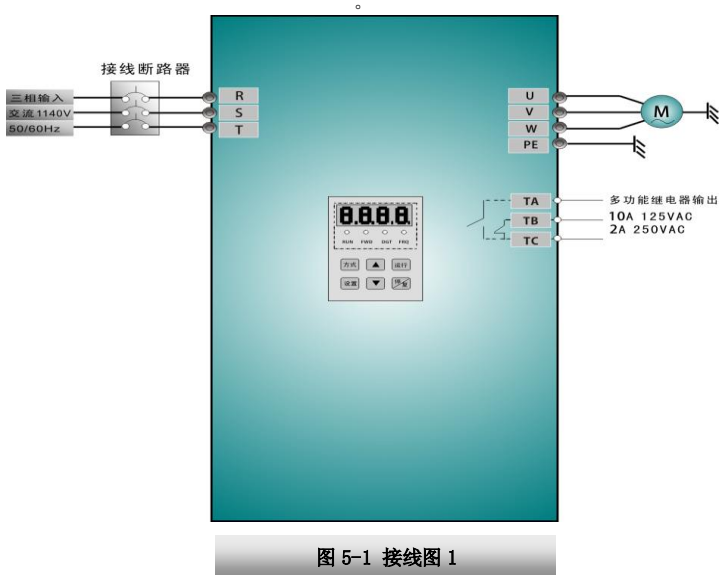

图 5-1 接线图 1
- (1) 按图 5-1 配线，检查接线正确后，合上空气开关，变频器上电；
- (2) 按方式键，进入编程菜单。
- (3) 进行电机参数测量
- (2) 按方式键，进入编程菜单；
- (3) 进行电机参数测量；操作步骤与例 1 完全相同。
- (4) 设置变频器的功能参数：